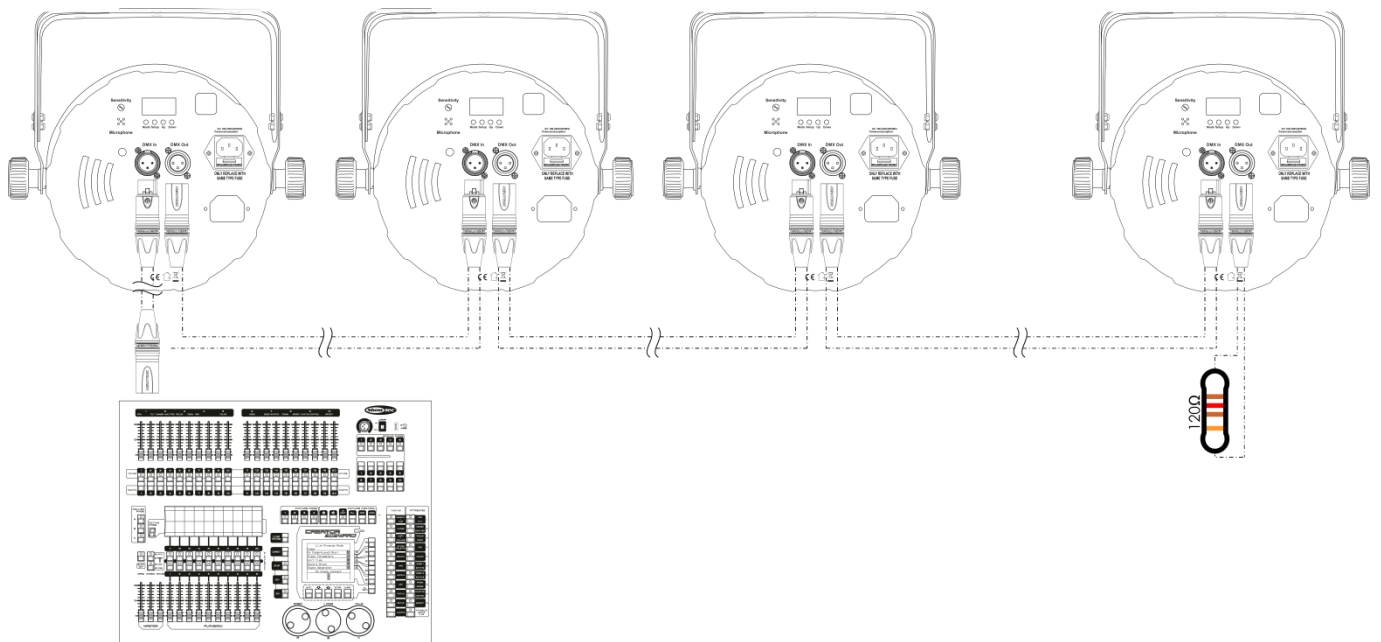

Fig. 03
04) Collegare le unità come indicato nella Fig. 03. Collegare la presa DMX "out" della prima unità alla presa DMX "in" della seconda unità, servendosi di un cavo di segnale DMX. Ripetere questo processo fino a collegare la seconda, la terza e la quarta unità.